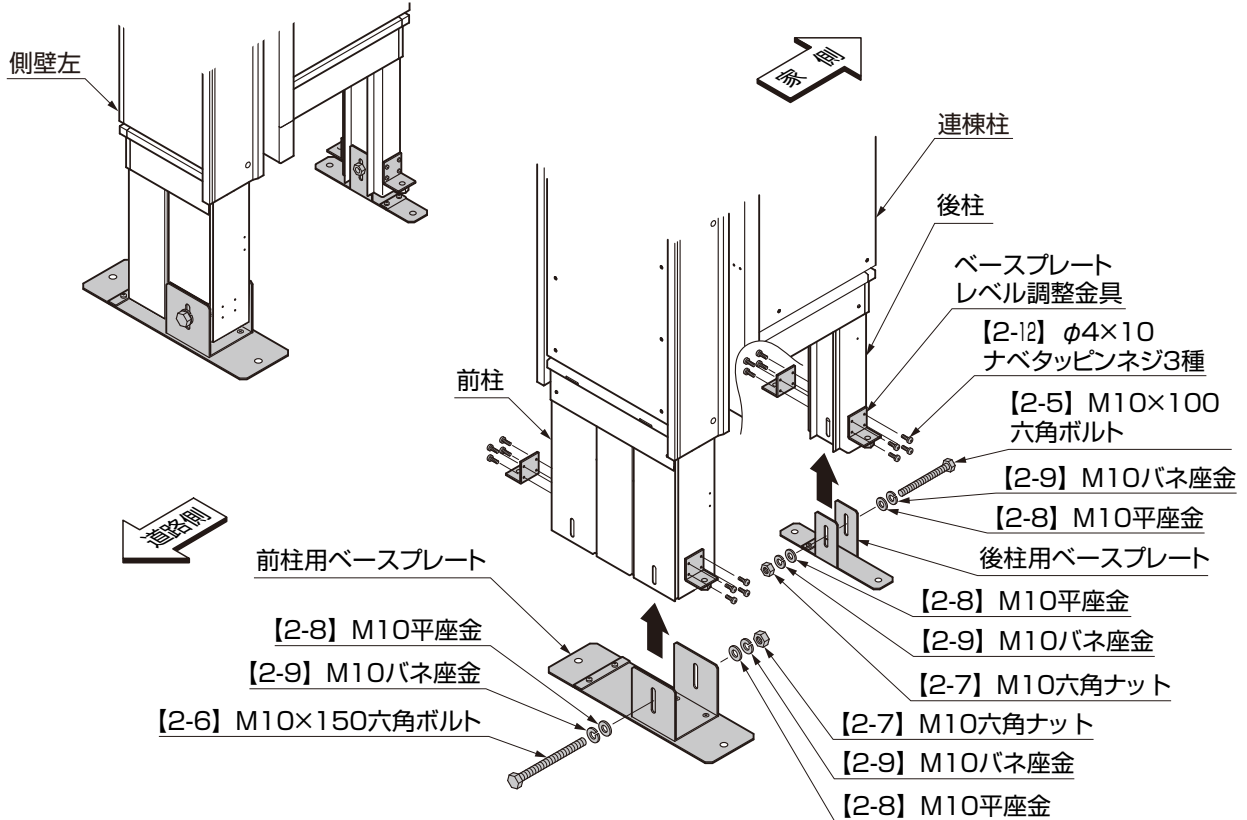

図3-1
- ①ベースプレートレベル調整金具を前柱と後柱に [2-12] で取付けてください。(図3-1参照)
- ②前柱用ベースプレートを前柱に [2-6]、[2-7]、[2-8]、[2-9] で取付けてください。(図3-1参照)
- ③後柱用ベースプレートを後柱に [2-5]、[2-7]、[2-8]、[2-9] で取付けてください。(図3-1参照)